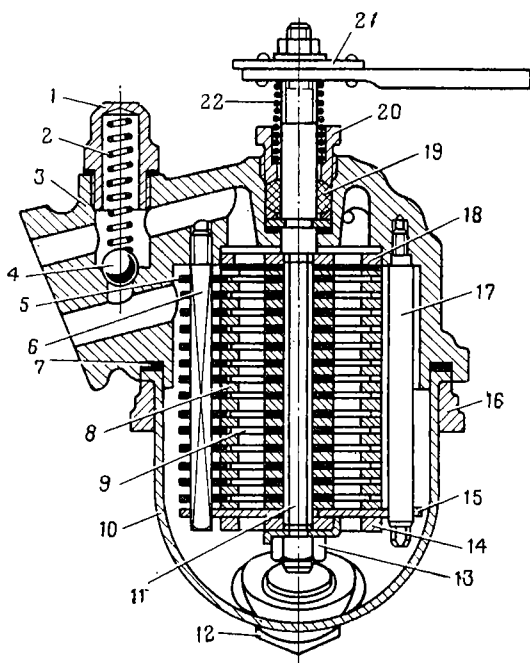

Рис. 45. Масляный фильтр грубой очистки:
1. Отвернуть гайку крепления рукоятки 21 (рис. 45), снять с валика 11 рукоятку и пружину 22.
1. Надеть на валик 11 (рис. 45) фильтра шайбу и сальник 19, установить валик в корпус 3 фильтра и вернуть гайку 20 сальника.